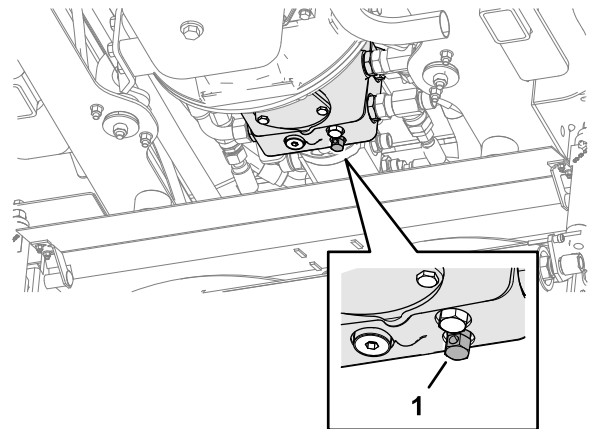

Figura 44
- Acima da unidade de corte central, feche a válvula de derivação na bomba de transmissão rodando-a no sentido dos ponteiros do relógio (Figura 44).